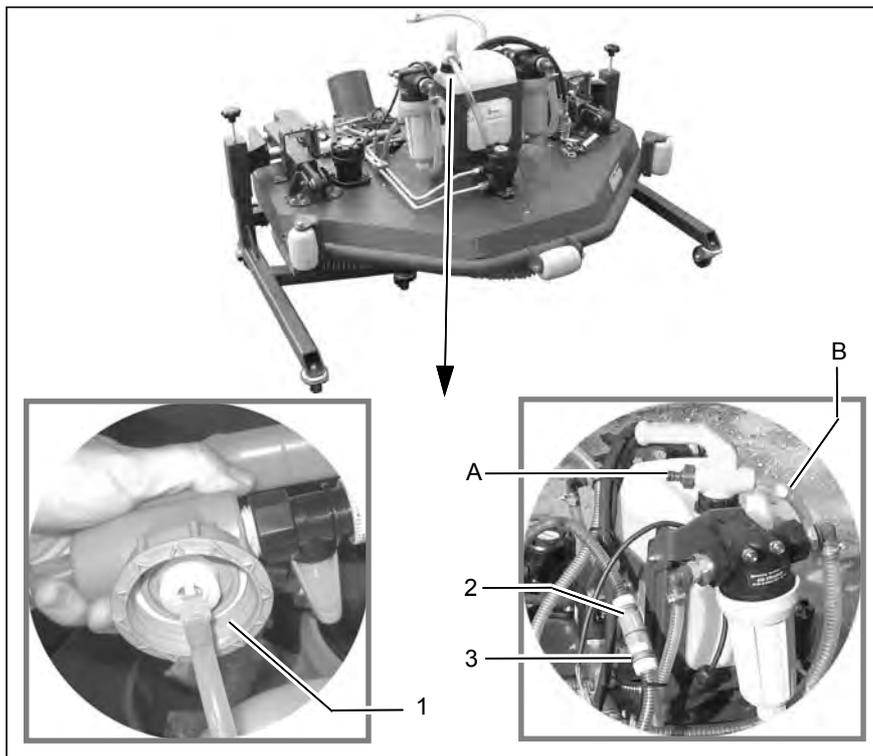

Fig. 54
Séparer les raccords (Fig. 54/2) et (Fig. 54/3). Brancher le raccord (Fig. 54/2) au raccordement (A) du dispositif de dosage des produits chimiques (option).
Brancher le raccord (Fig. 54/3) au raccordement (B) du dispositif de dosage des produits chimiques.
Une buse (Fig. 54/1) se trouve dans le tuyau d'aspiration du récipient de produit chimique. La sélection de celle-ci permet de régler le rapport de mélange du liquide de nettoyage. Les différentes buses se trouvent dans le kit d'accessoires.